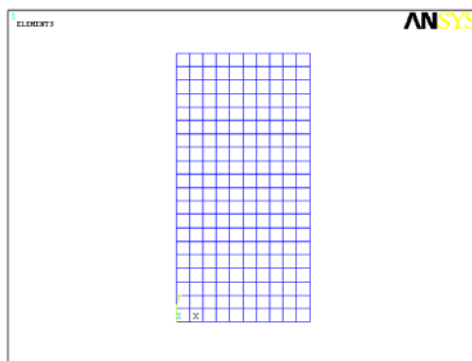

图 5.1 钢制圆柱的单元划分
如图 5.1 所示,直径为 30mm、高度为 60mm 的钢制实心圆柱。圆柱的初始温度为 $T_0=600^{\circ}\text{C}$, 为均匀分布,对该物体进行热处理,即将圆柱置于温度为 $T_f=20^{\circ}\text{C}$ 、换热系数为 $h=1200\text{ W/m}^2\text{C}$ 的介质中冷却。将钢材的密度设为 $\rho=7840\text{ kg/m}^3$, 并忽略密度随温度的变化。这里考虑钢材的热传导系数随温度变化的情况,在 0 至 600°C 范围内, $k=45-0.03T$ ($\text{W/m}^{\circ}\text{C}$); 比热也随温度变化,在 0 至 600°C 范围内, $C_p=550+0.147T$ ($\text{J/kg}^{\circ}\text{C}$)。计算圆柱冷却过程的温度分布及温度随时间的变化,冷却时间为 100 秒。
- ①根据热传导的对称性,此问题可以作为轴对称问题进行分析,取圆柱纵截面的 1/4 作为计算模型,见图 5.1。在圆柱的外侧面和上端面存在对流换热。建立几何模型时长度单位取 mm,统一物理量的单位,导热系数的单位取 $\text{W/mm}^{\circ}\text{C}$,密度的取 kg/mm^3 ,换热系数的单位取 $\text{W/mm}^2\text{C}$ 。
- ②在 ANSYS 环境中,采用传热单元,输入材料参数。设置材料导热系数和热容随温度线性变化。
- ③用 ANSYS 提供的面积元素生成圆柱的 1/4 截面,再划分单元网格。
- ④设定为瞬态计算<ANTYPE,TRANS>,通过命令<TUNIF>使得初始温度,在圆柱的侧面和端面上定义对流换热边界条件,通过命令<TIME>设定瞬态过程的计算时间。
- ⑤在一般后处理</POST1>中,通过命令</EXPAND>进行对称映射显示设置,以云纹图或等值线方式显示温度分布,以矢量图方式显示热流分布。在时间后处理</POST26>中,通过命令<NSOL>设置圆柱中心、侧表面中间、端面与侧表面交界处等位置节点上温度变量随时间的变化,在通过命令<PLVAR>显示温度变量的曲线。